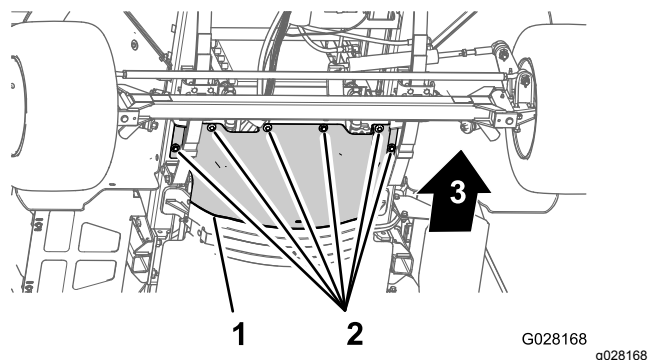

Figure 58
3. Retirez les 6 boulons à tête hexagonale et les 6 rondelles qui fixent l'écran pare-chaaleur avant au châssis et déposez l'écran (Figure 58).